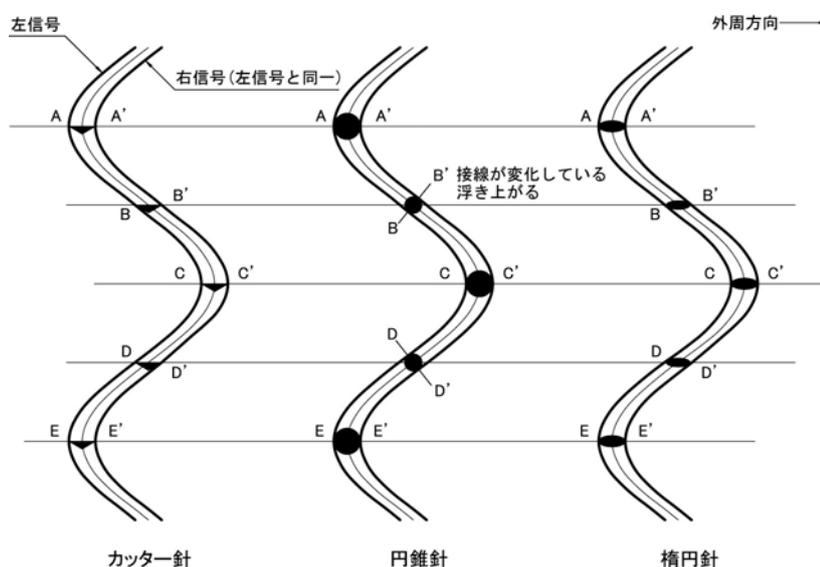

図1 レコード溝と各針形式による接点の様子⁴⁾
図1にレコード盤の溝と各針先形式の様子を示す。図の右方向をレコードの外周とすれば、溝の左側がステレオ信号の左信号、溝の右側が右信号になる。この図を見れば分かる通り、針の両側に鋭利な刃が付いたカッター針はラッカー盤^{*1}に音楽信号に従った音溝を刻む。図1の音溝を見比べるとカッター針の各接点A-BとA'-B'は等距離だが、円錐針の接点A-B間は伸びA'-B'は縮んでいる。右と左は全く異なった音になる。④つまり歪が発生したことになる。
このピッチ効果が起こりやすい。図1右に示した楕円針はカッター針に近いためにこれらの問題を解決したものである。だが楕円針と言えども磨滅してくると楕円形状が維持できず、破綻することになる。